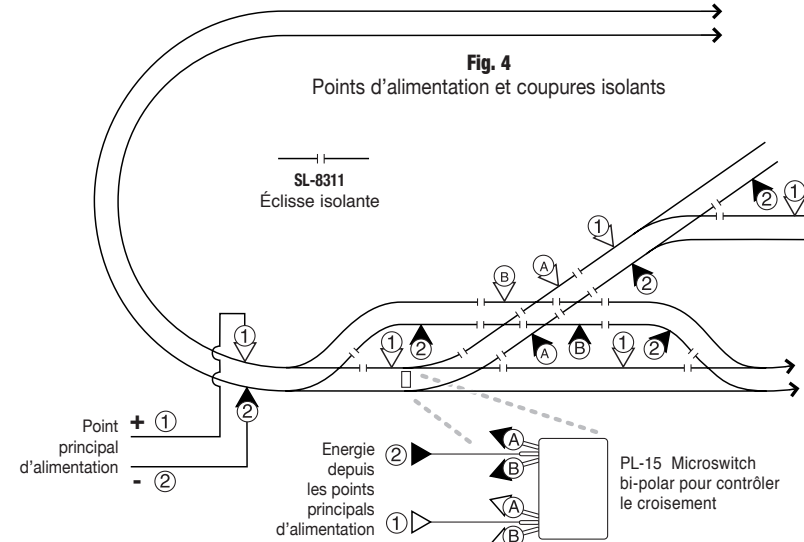

Fig. 4
L'emploi d'éclisses Isolantes (SL-8311) empêchera des tels court-circuits. Figure 4 montre un réseau avec notre avis sur les placements alimentations et isolations de rails pour éviter les court-circuits. Les contacts designés (1) et (2) sont ininterrompus qui alimentera
ce réseau d'une façon satisfaisante. En cas de croisement, un interrupteur bipolaire est obligatoire pour s'assurer qu'un seul itinéraire est sous tension. Fig. 4 montre ces deux itinéraires comme (A) ou (B). Au cas où un croisement se trouve près d'une aiguille, on peut utiliser un inverseur supplémentaire (PL-15), monté directement sous un